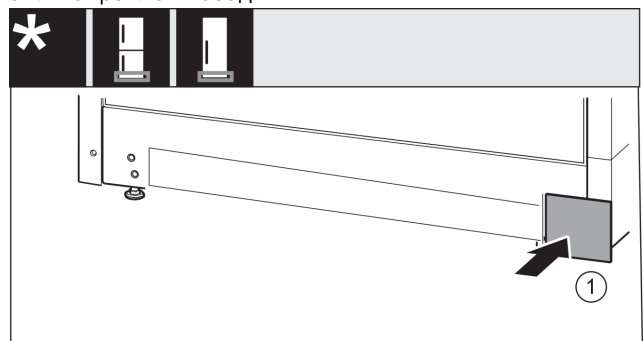

Fig. 32
- ▶ Снова установите крышку Fig. 32 (1) с другой стороны.